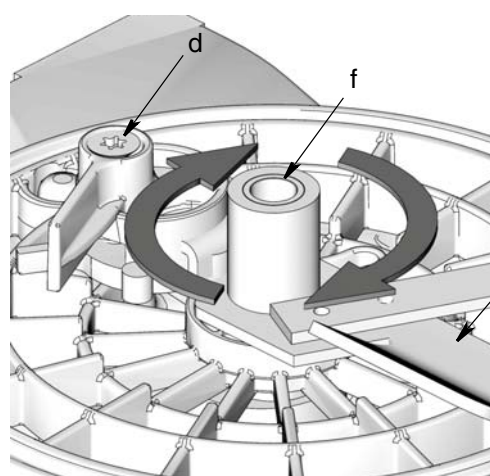

FIG. 5
- Tourner la languette (c) **dans le sens horaire** pour la relâcher et la retirer de la base G3 (FIG. 5).